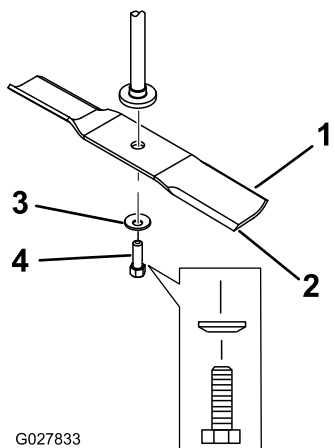

Figura 65
2. Retire del eje el perno de la cuchilla, la arandela curva y la cuchilla (**Figura 65**).
- Instale la cuchilla en el eje (Figura 65).
- Instale la arandela curva (con la copa hacia la cuchilla) y el perno de la cuchilla (Figura 65).